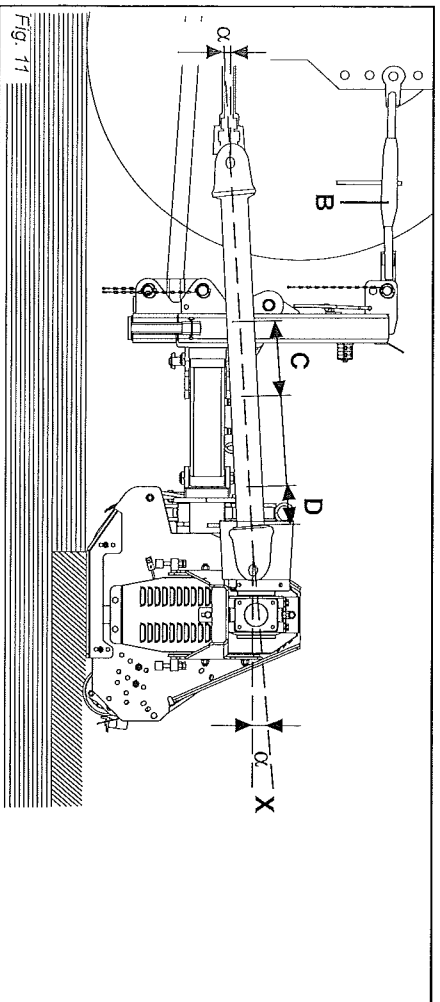
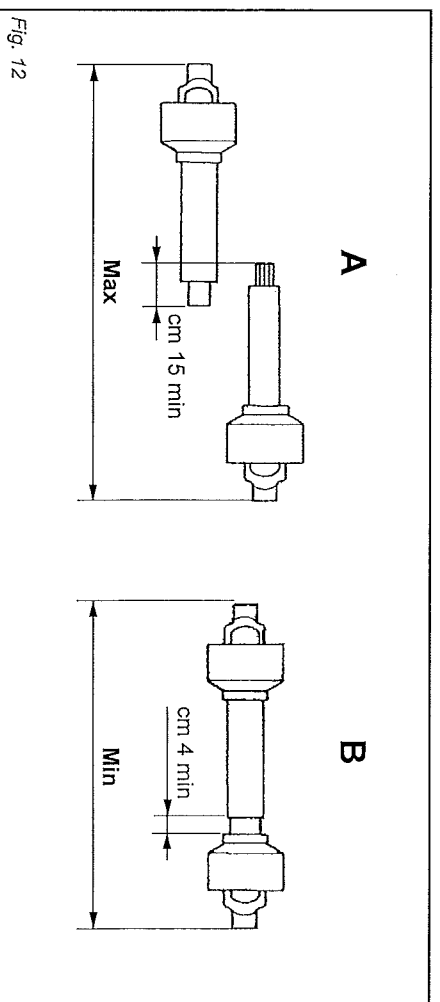

Fig. 11
Fig. 12
Per fare ciò aumentare o diminuire la lunghezza della barra superiore dell'attacco (B Fig. 11) in modo da portare l'asse (X Fig. 11) della ghiera scanalata della scatola parallela al suolo.
To achieve this, increase or decrease the length of the top bar of the hitch (B Fig. 11) so as to set the axis (X Fig. 11) of the housing's grooved ring nut parallel to the ground.
Daarom moet de lengte van de bovenste stang van de koppeling vergroot of verkleind worden (B Fig. 11) om de as (X Fig. 11) van de gegroefde ring van de kast parallel met de grond te brengen.
- De twee hoeken (α Fig. 11) gevormd door de assen van de vorken en de assen van de lijbuizen zijn gelijk en mogen niet groter zijn dan 10° .
- De bekleiding (C Fig. 11) van de glijbuizen moet minstens 15 cm bedragen (Fig. 12).
For at gøre dette skal man forøge eller formindske længden på koblingens øverste stang (B fig. 11), indtil akslen (X fig. 11) på æskens tilfede ringmøtrik findes parallel med jorden.
- De to vinkler (α fig. 11), der dannes af gaffelne aksler og af teleskoprørens aksler skal være lige store og må ikke overskride 10° .
- Teleskoprørens (C fig. 11) skal have en beklædning på mindst 15 cm (fig. 12).
För att erhålla ett korrekt förhållande ska du öka eller minska längden på fästets toppstång (B fig. 11) tills axeln (X fig. 11) på hållarens räfflade ringmutter ställs in parallellt till marken.
- De två vinklarna (α fig. 11) som bildas av gafflarnas axlar och teleskoprørens axlar ska vara lika stora och får inte överskrida 10° .
- Teleskoprøren (C fig. 11) ska vara överlappade med minst 15 cm (fig. 12).
- I due angoli (α Fig. 11) formati dalle assi delle forcelle e l'asse dei tubi scorrevoli saranno uguali e non dovranno superare i 10° .
- La copertura (C Fig. 11) dei tubi scorrevoli deve essere di 15 cm minimo (Fig. 12).
- The two angles (α Fig. 11) formed by the fork axes and the axis of the sliding tubes will be equal and must not exceed 10° .
- The sliding tubes (C Fig. 11) must overlap by at least 15 cm (Fig. 12).
- I due tubi dell'albero di trasmissione a cardano non si devono ricoprire completamente, una corsa di sicurezza (D Fig. 11) di 4 cm minimo deve sussistere.
- Gli angoli (α Fig. 11) dei cardani non devono essere superiori a 40° (Fig. 11).
- The two tubes of the driveline shaft must not fully overlap. There must always be a safety travel (D Fig. 11) of at least 4 cm.
- The angles (α Fig. 11) of the drivelines must not exceed 40° (Fig. 11).
- De twee buizen van de transmissiecardanas mogen niet volledig bekleed worden, een veiligheidsslag (D Fig. 11) van minstens 4 cm moet aanwezig zijn.
- De hoeken (α Fig. 11) van de cardan-koppelingen mogen niet groter zijn dan 40° (Fig. 11).
- De to rør på kardantransmissionsakslen skal ikke dækkes fuldstændigt med. Der skal altid være en sikkerhedsgang (D fig. 11) på mindst 4 cm.
- Kardanskels vinklerne (α fig. 11) må ikke overstige 40° (fig. 11).
- De två rören på kraftöverföringsaxeln med kardanknut ska inte vara helt och hållet överlappade. Ett säkerhetsavstånd (D fig. 11) på minst 4 cm måste finnas.
- Kardanknutarnas vinklar (α fig. 11) får inte överstiga 40° (fig. 11).
Quando l'albero cardanico è sfilato al massimo, i due tubi devono sovrapporsi per almeno 15 cm. Quando esso è inserito al massimo, il gioco minimo consentito deve essere di 4 cm (Fig. 12).
When the cardan shaft is fully extended, the two tubes must overlap by at least 15 cm. When fully inserted, the minimum play must be 4 cm. (Fig. 12).
Wanneer de cardanas maximaal uitgetrokken is, moeten beide buizen elkaar minstens 15 cm overlappen. Wanneer deze maximaal ingevoerd is, moet de minimaal toegelaten speling 4 cm bedragen (Fig. 12).
Når kardanaxlen er i maksimum udstrækning, skal de to rør overlappes for mindst 15 cm. Når kardanaxlen er fuldstændigt indsat skal der mindst være et spil på 4 cm (fig. 12).
Når kardanaxeln är i maximalt utfällt läge ska de två rören vara överlappade med minst 15 cm. När den är i maximalt infällt läge ska det finnas minst 4 cm spel kvar (fig. 12).